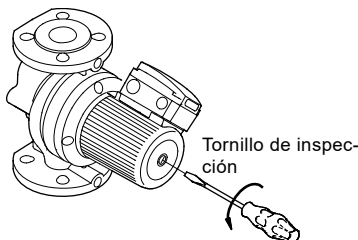

Fig. 6 Purga de la bomba
En caso de funcionamiento con una sola bomba, deberá desconectarse el cable entre las bombas. Ajuste las bombas por separado y conéctelas individualmente a la red eléctrica. Consulte las figs. 6 y 7 en el apéndice:
- Fig. 6: conexión eléctrica y ajuste del selector al usar la salida de señal para indicar funcionamiento.
Si la salida de señal de la bomba de reserva se usa para indicar fallo o funcionamiento, siga los pasos ilustrados en las figs. 6 y 7 del apéndice.